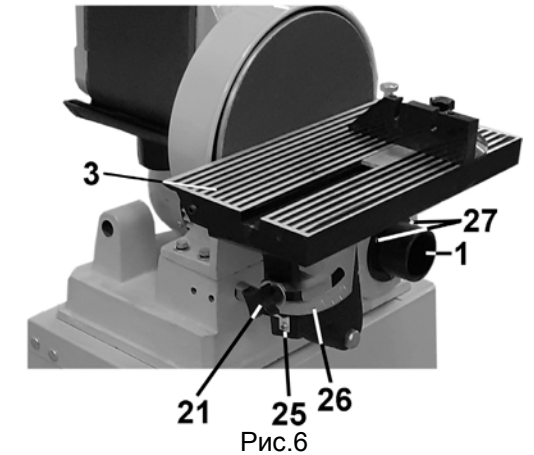

Рис.6
8.4. Установка патрубка пылесборника (Рис.6,7)
Как показано на Рис.6 и 7, установите и винтами (27 и 28) закрепите патрубки пылесборника (1 и 18).
9.1.1. Ослабьте винт фиксации (21), наклоните рабочий стол (3), совместив скобу со шкалой (26) с указателем (25) на нужный угол от 0° до 45°, Рис.6.